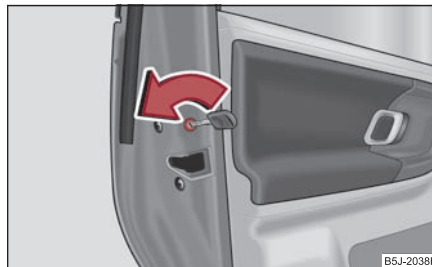

Fig. 35 Protection pour les enfants dans les portes arrière
- Tournez la fente dans la portière arrière dans le sens de la flèche au moyen de la clé du véhicule ⇒ fig. 35.